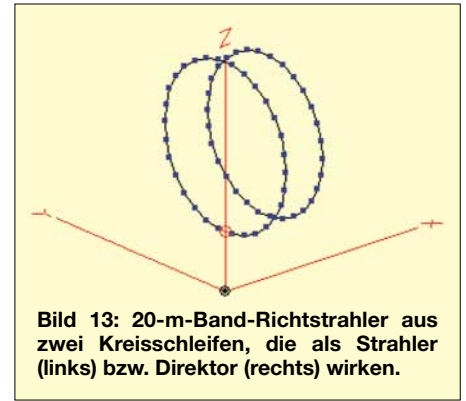

Bild 13: 20-m-Band-Richtstrahler aus zwei Kreisschleifen, die als Strahler (links) bzw. Direktor (rechts) wirken.
Mit *OK* ist das 30-Eck bereits im *Wires*-Menü definiert. Wir löschen dort den ersten Draht und platzieren die Quelle auf Draht 1 der Kreisschleife. Nun folgt der Direktor mit den vom Strahlerkreis abweichenden Daten: Umfang 21 m und Koordinaten $x, y, z = 2, 0, 6$. *OK* erledigt wieder alles. Wir speichern diese Antenne unter (7)*Kreisschleifen, Dir, 22m, 6m.ez*. In *View Antenna* überzeugen wir uns, dass zwei vertikale Kreisschleifen im Abstand von 2 m in 6 m Höhe erkennbar sind, Bild 13.